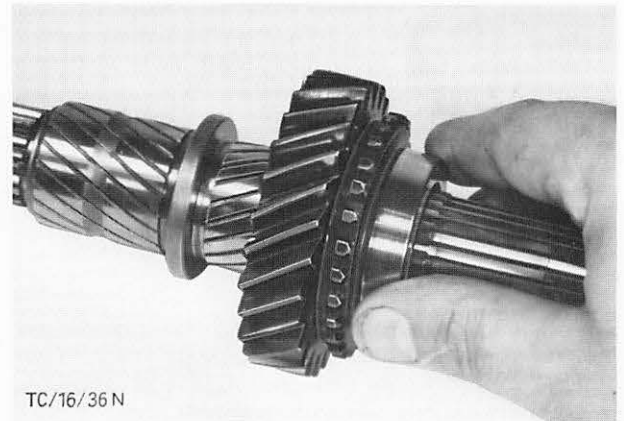

Abb. 97 Zahnrad 2. Gang aufschieben
26. Zahnrad 2. Gang (mit der Synchronverzahnung nach hinten zeigend) bis zur Anlaufscheibe auf die Hauptwelle schieben. Abb. 97.